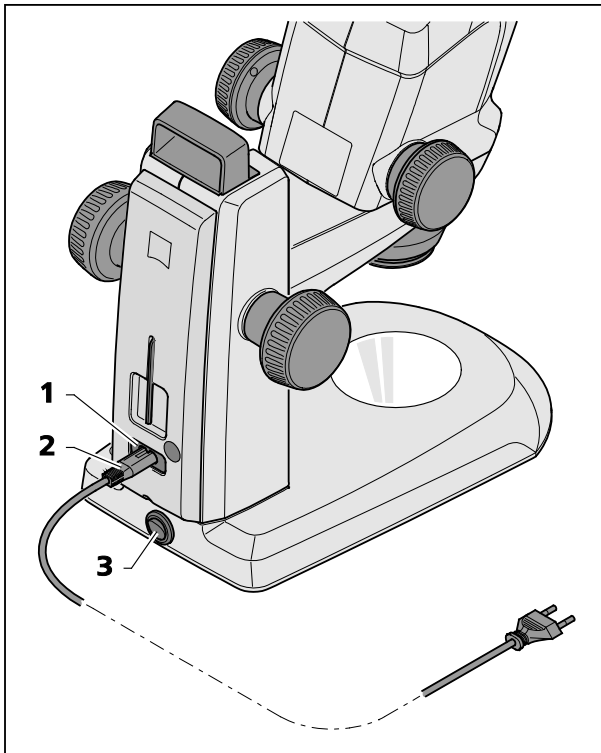

Fig. 12 Raccordement électrique du stéréomicroscope
- Branchez le cordon d'alimentation (Fig. 12/2) dans le connecteur femelle (Fig. 12/1) du statif.
- Branchez l'autre extrémité du cordon d'alimentation (Fig. 12/2) dans une prise de courant.
- Mettez le stéréomicroscope sous tension/hors tension avec l'interrupteur de secteur (Fig. 12/3).